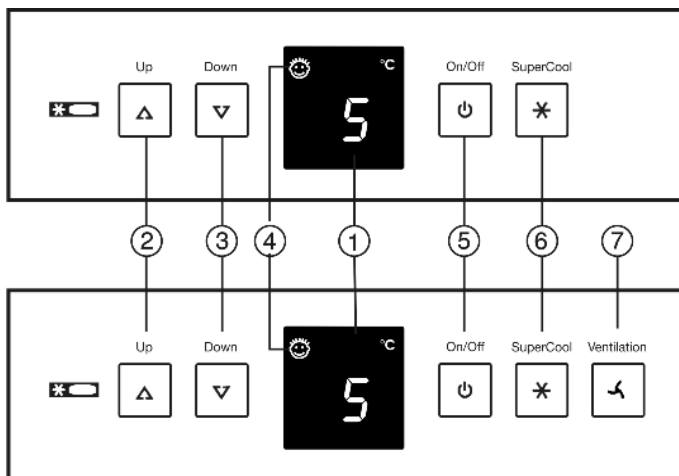

Fig. 2
- ▶ Toets On/Off Fig. 2 (5) indrukken.
- ▶ Instelmodus activeren: druk gedurende ca. 5 sec. op de toets SuperCool Fig. 2 (6).
- ▶ Met insteltoets Up Fig. 2 (2) en insteltoets Down Fig. 2 (3) kiezen.
- ▶ Bevestigen: druk kort op de toets SuperCool Fig. 2 (6).
- ▶ Display helderder instellen: druk op de insteltoets Up Fig. 2 (2).
- ▶ Display donkerder instellen: druk op de insteltoets Down Fig. 2 (3).
- ▶ Bevestigen: druk op de toets SuperCool Fig. 2 (6).
- ▶ Instelmodus deactiveren: druk op de toets On/Off Fig. 2 (5).